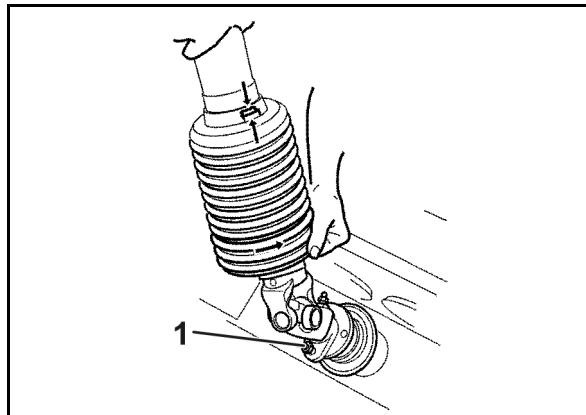

Fig. 89
1. Sett kraftoverføringsakselvernet i monteringsstilling (Fig. 89).
De løst medfølgende **boltene M8 x 30 A2-70**, er **reservebrytebolter** (Fig. 89/1) til festing av kraftoverføringsakselens gaffel til koblingsflensen på girets inngangsaksel. Sett alltid kraftoverføringsakselen inn med fett før den settes på girets inngangsaksel.